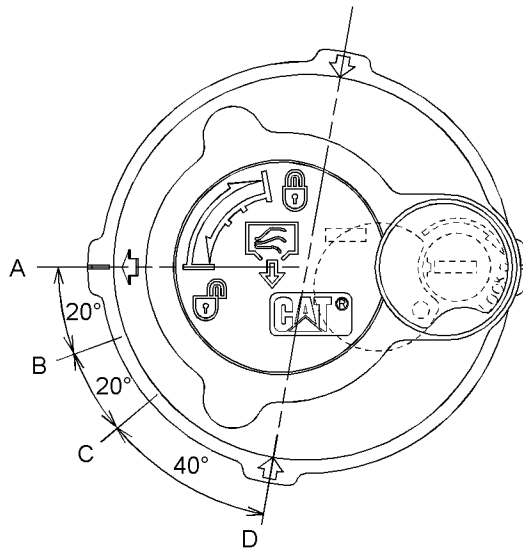

Fig. 400
- (A) Stillingen LÅS
- (B) Stillingen TRYKAFLASTNING - START
- (C) Stillingen TRYKAFLASTNING - SLUT
- (D) Stillingen ABN
5. Aflast det tryk, der kan findes i returhydraulikkredsløbet, ved hjælp af følgende procedure. Se fig. 400 for at få vist påfyldningsdækslets positioner.
- a. Drej påfyldningsdækslet i retning mod uret, uden at trykke ned på dækslet, og flyt pilen fra stilling (A) til stilling (B).
- b. Aflast trykket i mindst 45 sekunder ved at flytte pilen fra position (B) til position (C).
- c. Tryk ned på midten af påfyldningsdækslet. Flyt pilen fra stilling (C) til stilling (D) uden at vippe påfyldningsdækslet.